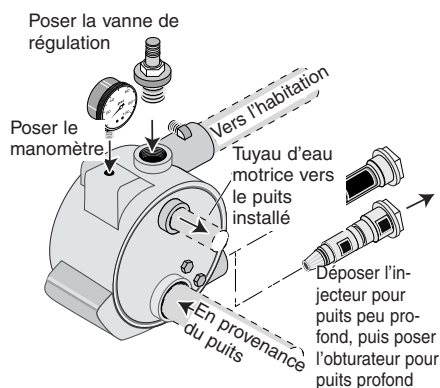

Figure 2 : Branchement sur un puits peu profond
2. Poser une vanne de régulation, un manomètre et un obturateur pour puits profond dans le corps de la pompe (cette trousse doit être achetée séparément; se reporter à la Figure 2). Lorsque l'on procède au branchement sur la tête du puits, s'assurer de brancher un petit orifice sur un petit orifice (eau motrice) et un grand orifice sur un grand orifice (aspiration). Au besoin, utiliser des tuyaux flexibles et les tordre pour pouvoir procéder aux bons branchements.
3. Le tuyau d'aspiration (le plus grand orifice) des pompes Simer se trouve sous l'orifice de l'eau motrice (Se reporter aux Figures 2 et 3).
1. Poser une vanne de régulation, un manomètre et un obturateur pour puits profond dans le corps de la pompe. Se reporter à la Figure 2. Acheter le nécessaire de conversion pour puits profond, modèle MDWC, pour obtenir ces pièces.